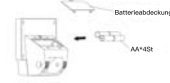

FIGURE 8
Nach der Figure 8, halten Sie die Gleitschiene (F) fest, dann können Sie das Gerät einfach an den neuen Standort transportieren.